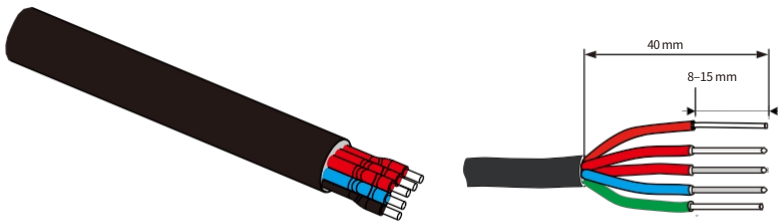

Abb. 5.8 Wechselstromkabel
Schritt 2: Entfernen Sie mit einer Abisolierzange die Schutzhülle und die Isolationschicht des Wechselstromkabels auf die richtige Länge, wie in Abbildung 5.8 dargestellt.